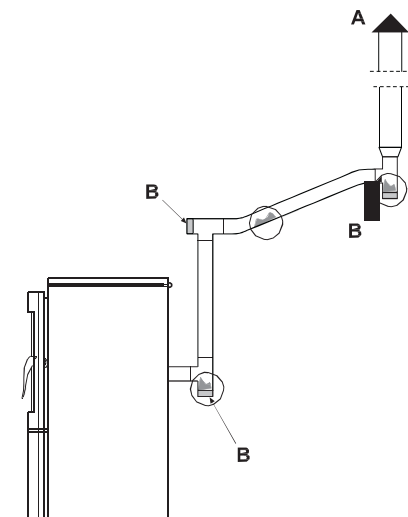

fig. 8.2.5
A) Chimenea antiviento (Fig. 8.2.5).
B) registro (Fig. 8.2.5).